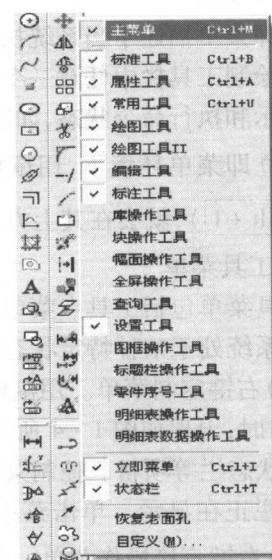

图 1-4 显示控制菜单
(1) 右键定制菜单。用鼠标右键单击任意一个菜单或工具栏所在的区域(此时光标为空心箭头)时, 出现如图 1-4 所示的显示控制菜单。在控制菜单中列出了主菜单、工具栏、立即菜单和状态栏等项目。控制菜单左侧的复选框中显示出当前的显示状态, 带“√”的表示当前工具栏正在显示。单击菜单中的选项可以在显示和隐藏工具栏之间进行切换。